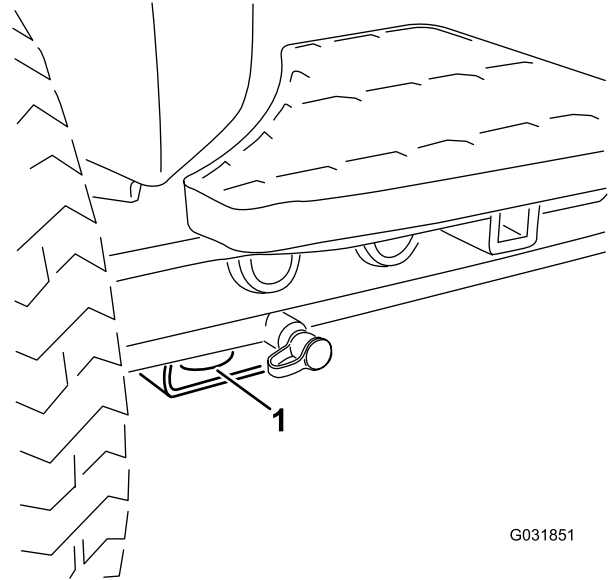

Bild 56
- Vergurten Sie die Maschine sicher mit Riemen, Ketten, Kabeln oder Seilen. Die vorderen und hinteren Gurte sollten nach unten und außerhalb der Maschine verlaufen; Siehe Bild 56 und Bild 57.
- Vorne: Loch im Rechteck unter dem Achsenrohr in jedem Vorderreifen (Bild 56)